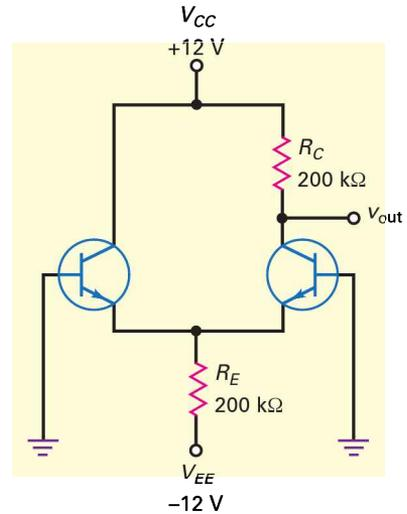

Figure 15.34
15.3 Quels sont les courants et les tensions dans le cas idéal sur la figure 15.34 ?
- 15.18 Dans la figure 15.34, une résistance $20 \text{ k}\Omega$ est utilisée par erreur à la place de la résistance $200 \text{ k}\Omega$. Que vaut la tension de sortie ?
- 15.19 Sur la figure 15.34, la tension V_{out} est presque nulle. Le courant de polarisation d'entrée est 80 nA . Trouvez dans les propositions suivantes le défaut du circuit :
- 15.20** Sur la figure 15.34, les transistors sont identiques avec $\beta_{DC} = 200$. Quelle est la tension d'entrée ?
- 15.21** Quelles sont les tensions de base sur la figure 15.34 si chaque transistor possède $\beta_{DC} = 300$?
- 15.24** À la température ambiante, la tension de sortie sur la figure 15.34 vaut $6,0\text{ V}$. Lorsque la température augmente, la tension V_{BE} de chaque diode émetteur diminue. Si la tension V_{BE} de gauche diminue de $2\text{ mV}/^\circ\text{C}$ et celle de droite de $2,1\text{ mV}/^\circ\text{C}$, quelle est la tension de sortie à $75\text{ }^\circ\text{C}$?